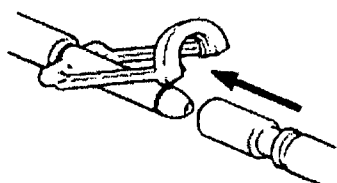

Figura 3: Introduzca
4. Suelte la conexión. Saque el acoplamiento macho para desconectar (figura 3).